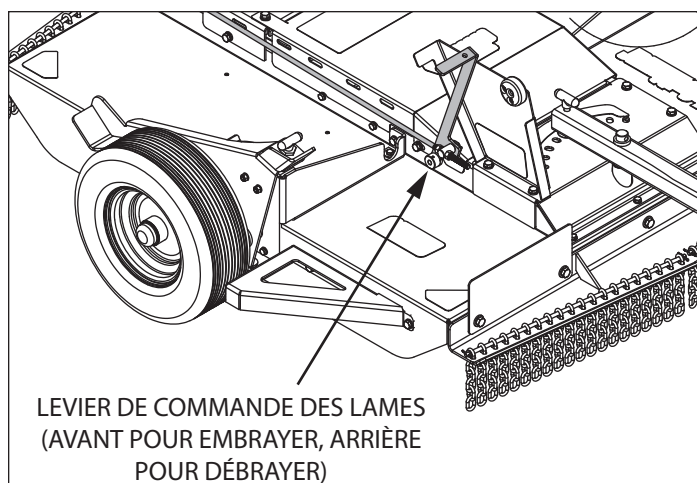

FIGURE 5 : LEVIER DE COMMANDE DES LAMES DE COUPE.
2. S'assurer que le levier de commande de lame est en position DÉBRAYÉE. **VOIR FIGURE 5**
1. Pour embrayer les lames de coupe, tirer le levier de commande des lames vers l'avant de la faucheuse. **VOIR FIGURE 5**